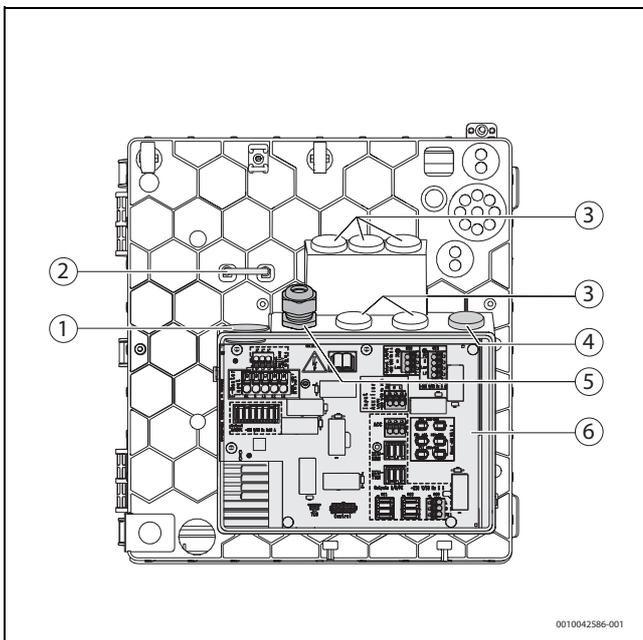

Bild 31 Kabelführung im Anschlussbereich für Netzkabel
- ▶ Das Netzkabel für den elektrischen Zuheizer mit der Zugentlastungsklemme [2] (→ Bild 31, Seite 24) befestigen und Kabeldurchführung [1] verwenden.
- ▶ Das Netzkabel für den elektrischen Zuheizung mit der Zugentlastungsklemme [2] (→ Bild 31, Seite 24) befestigen und Kabeldurchführung [1] verwenden.